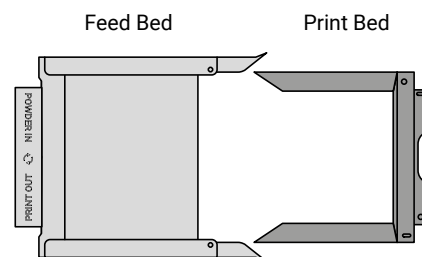

Abb. 8.3. Die richtige Anordnung der IO BOX, die es dem Benutzer oder der Benutzerin ermöglicht, den fertigen Printout zu entfernen.
6. Lege die gefaltete IO BOX in die Druckkammer. Achte darauf, dass die Elemente wie in der Abbildung (Abb. 8.3.) angeordnet sind.